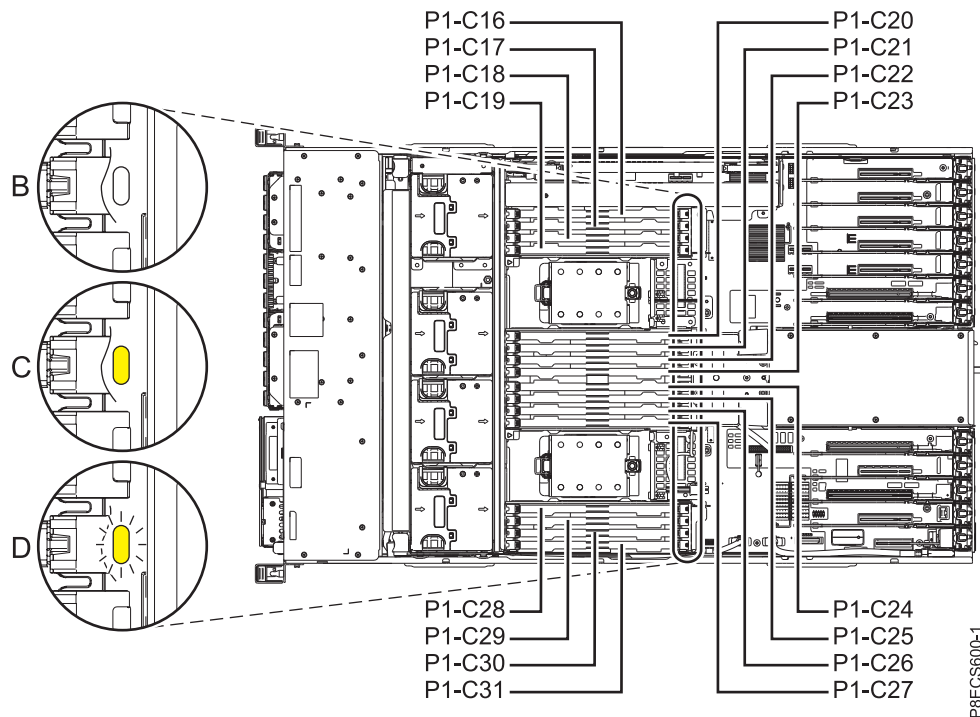

Abbildung 4. Positionen der Speichermodule und Serviceindikatoren im System vom Typ 8247-42L, 8286-41A oder 8286-42A
1. Wenn Sie das Speichermodule im Rahmen einer anderen Prozedur ausbauen, fahren Sie mit Schritt 3 auf Seite 9 fort. Die Speichermodulesteckplätze befinden sich auf der Rückwandplatine. Die Speichermodulesteckplätze werden sichtbar, nachdem Sie die Abdeckung und die Luftführung gemäß der Beschreibung ausgebaut haben. Die Beschriftungen auf dem System geben die Positionscodes der Speichermodule an. Abb. 4 auf Seite 9 stellt die Positionen und Serviceindikatoren für die Speichermodule in einem System vom Typ 8247-42L, 8286-41A oder 8286-42A dar.